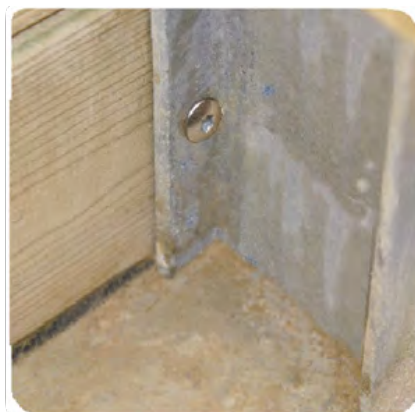

Abbildung 9 –
- auf den 4 Streben (diese sind vorgebohrt, wie in **Abbildung 9**) gezeigt) mit 36 Torx-Gewindeschrauben 6 × 30 aus A2-Edelstahl (Beutel D).